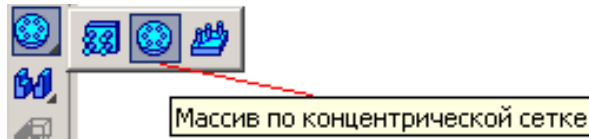

Рисунок 6.7 – Команда Масив по концентричній сітці
3. Виділіть зуб у дереві побудови, якщо виділення зняте, виберіть команду побудови **Масиву по концентричній сітці** (рис. 6.7):